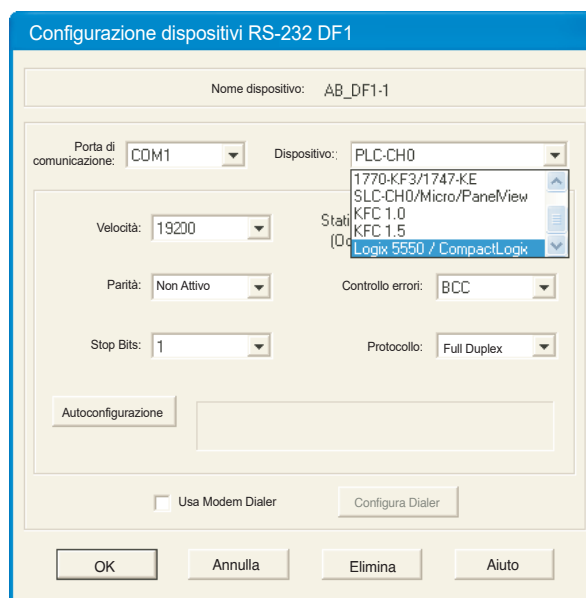

Figura 4.3.21e Configurazione dei dispositivi RS-232 DF1
3. Fare clic su "Add New" (Aggiungi nuovo) e inserire un nome adatto per il driver nella finestra pop-up visualizzata. Fare clic su OK. Viene visualizzata la finestra "Configure RS-232 DF1 devices" (Configura dispositivi RS-232 DF1) (figura 4.3.21e).